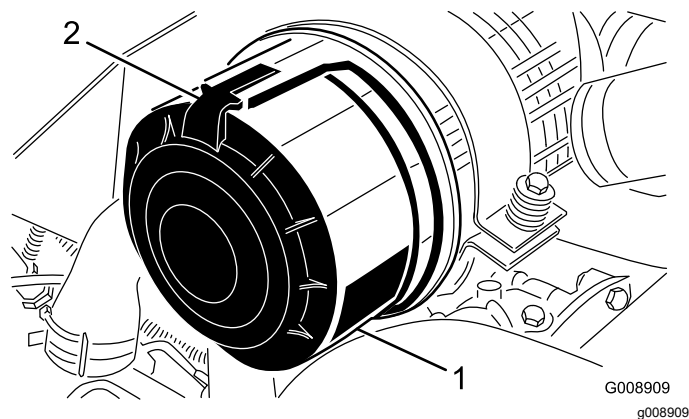

Рисунок 51
1. Отпустите защелки, фиксирующие крышку воздухоочистителя на его корпусе (Рисунок 51).